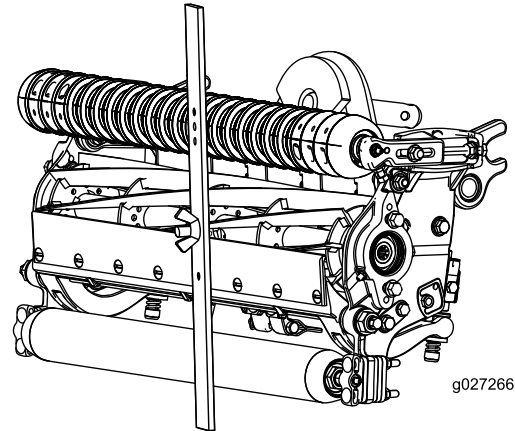

Bild 17
3. Haken Sie den Schraubenkopf an die Schnittkante des Untermessers ein, und stützen Sie das hintere Ende der Leiste auf der Heckrolle ab (Bild 17).
4. Drehen Sie die Einstellschraube, bis die vordere Rolle die Messleiste berührt (Bild 17). Stellen Sie beide Enden der Rolle ein, bis die ganze Rolle parallel zum Untermesser ist.